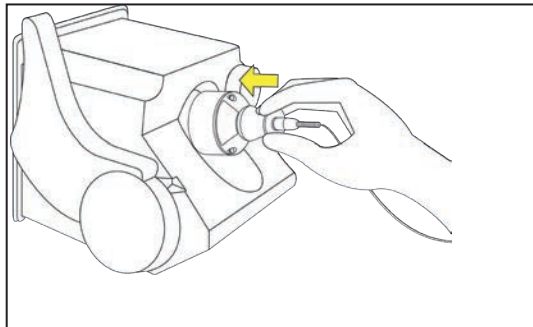

Figura 13. Instalando el módulo de energía en el reconector TripSaver II.
**PASO 2.** Posicione el módulo de energía cerca de la base del reconector TripSaver II; el módulo será sostenido en su lugar magnéticamente. Ver la Figura 13.